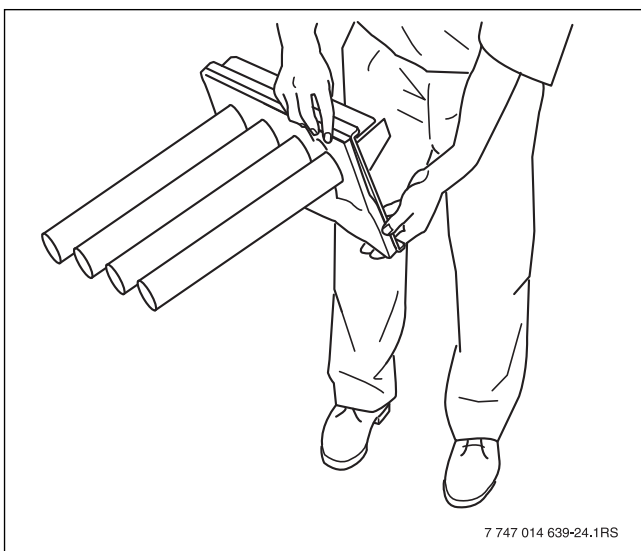

Рис. 49 Опрокидывание горелки
- ▶ Переверните горелку, чтобы удалить остатки воды (→ рис. 49, стр. 40).